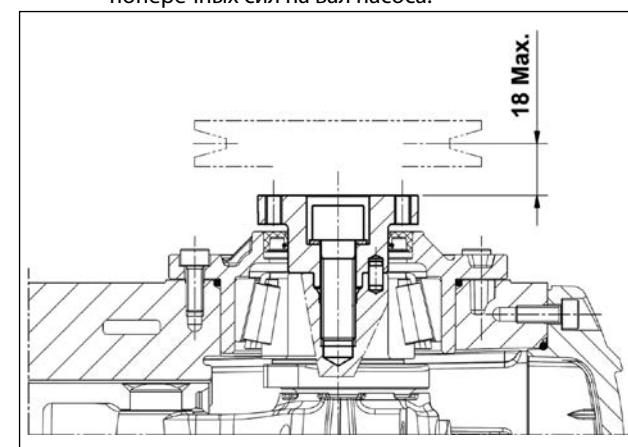

Рис. 13
**!** Клиноременная передача считается верной, если натяжение ремня происходит на расстоянии не более 18 мм от буртика приспособления, установленного на коленчатый вал (см. Рис. 13); мин. диаметр применяемого шкива Ø 100 мм. Если передача производится через муфту, уделяйте повышенное внимание полному выравниванию во избежание воздействия поперечных сил на вал насоса.